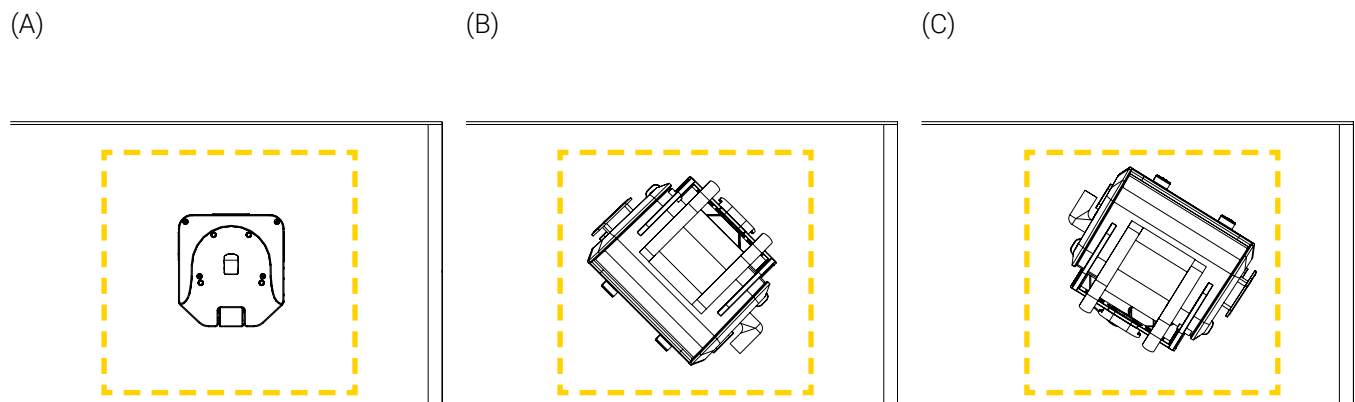

Figure 9: Dégagement du périmètre
2. S'assurer que l'emplacement de l'installation est assez grand pour faire tourner le support de fixation et l'appareil médical jusqu'à 360° dans le sens horaire ou antihoraire une fois installés sur la Base de Fixation Standard (Figure 9). Le dégagement requis dépendra de la grosseur de l'appareil médical et de son support de fixation, où le système de fixation est positionné et de son environnement.